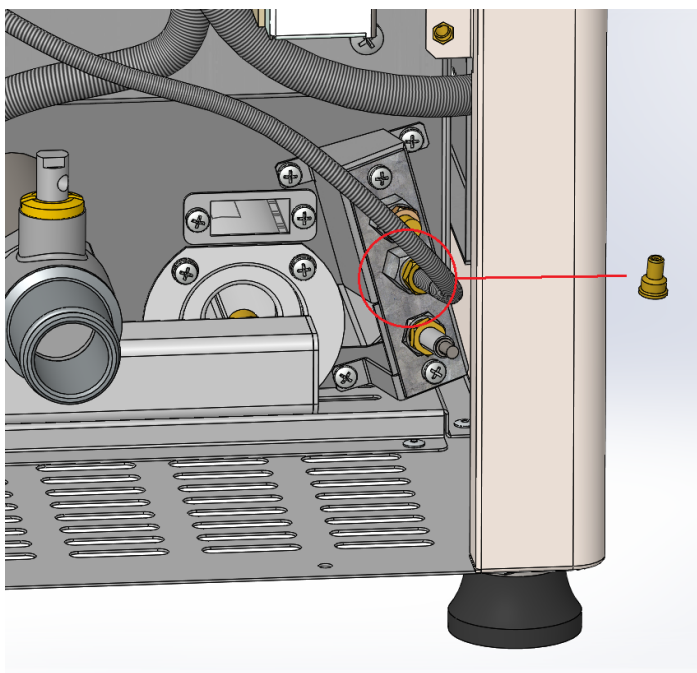

Abb. 2
- 2) Schrauben Sie den Pilotbrenner-Versorgungsschlauch mit einem Schraubenschlüssel der Größe 10 ab (Abb. 2).